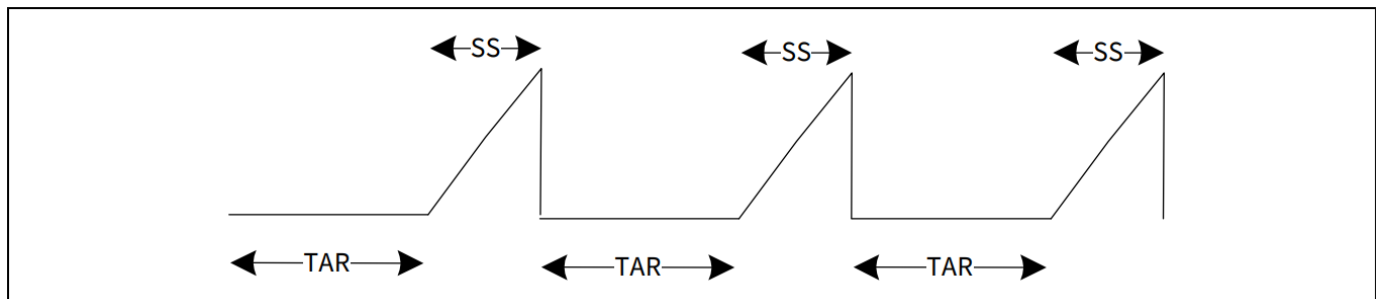

图 5 自动重启
1. 自动重启：在此模式下，EZ-PD™ PAG1P 将等待 TAR 秒后进行软启动。该序列将不断重复（见 图5）。